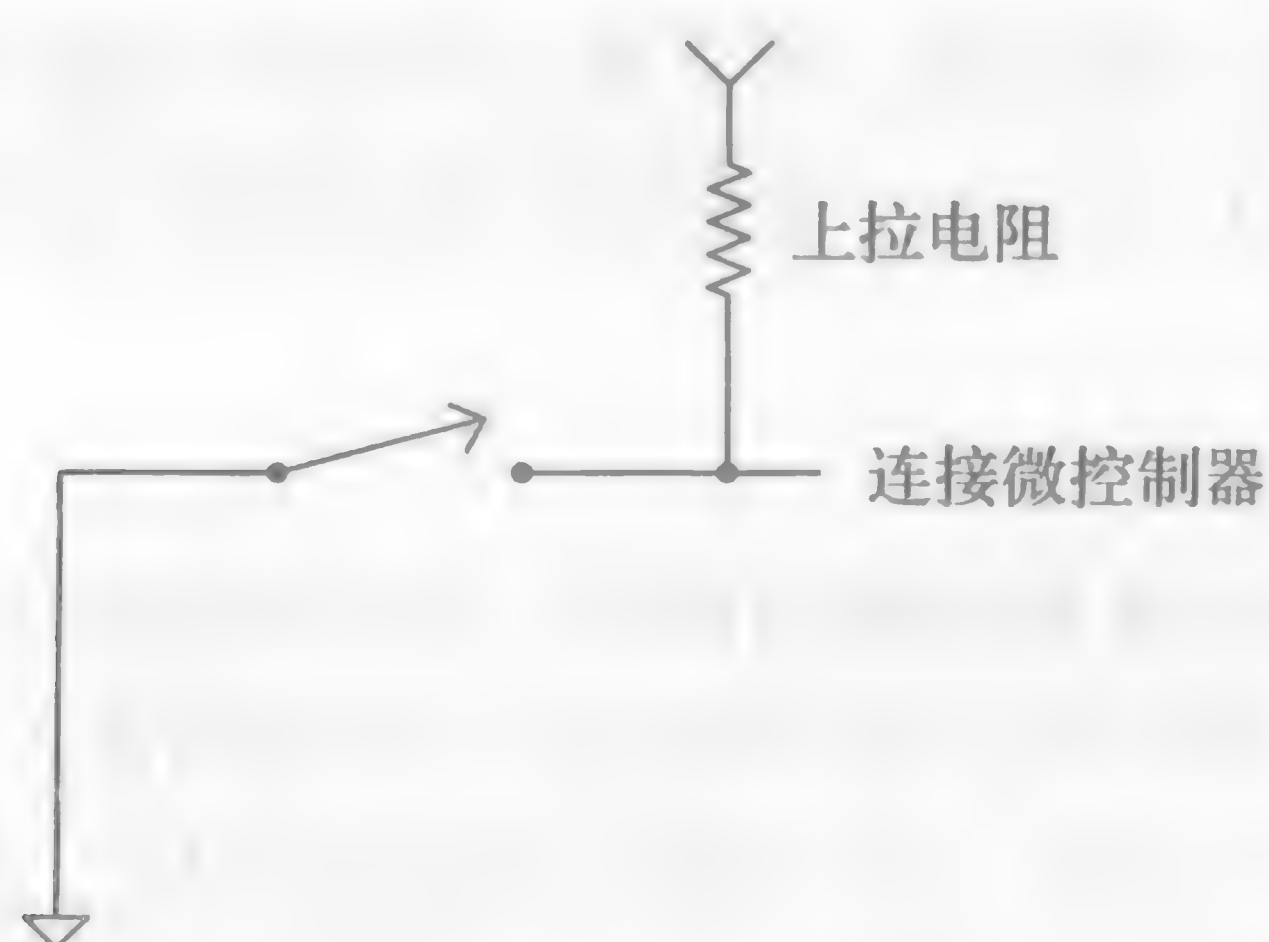
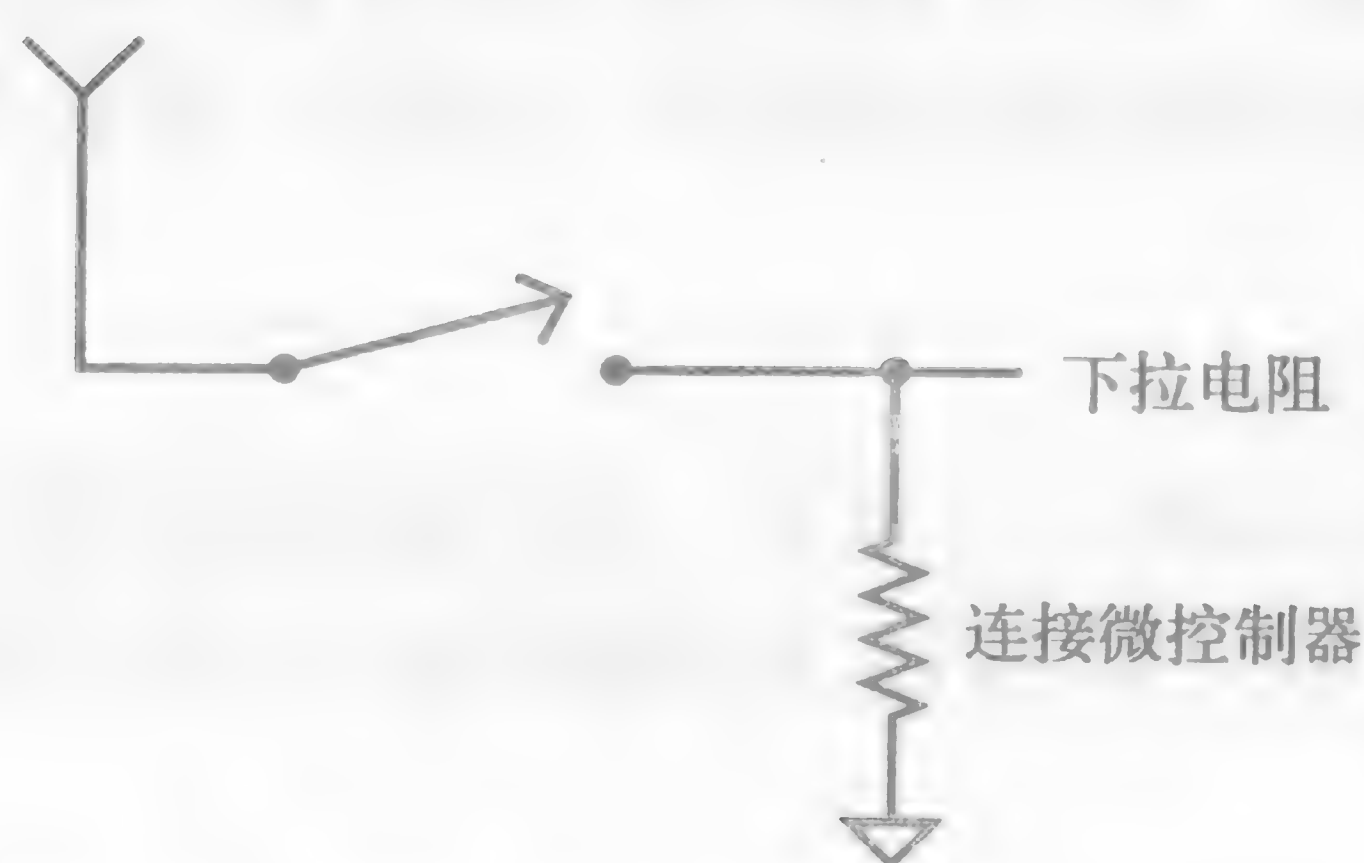

图3-31 拥有上拉电阻的开关
图3-32 拥有下拉电阻的开关
开关可能要算我们遇到的最基本的输入设备了。开关在闭合时具有低阻抗,而在断开时则不与任何东西相连,是一种理想的高阻抗连接。了解这一点十分重要,因为当你把开关连接到一个高阻抗端口时,若开关断开了,则是一个高阻抗^②连到另一个高阻抗。这个方法肯定可以得到超凡的结果。因为阻抗越高,断开一个信号就越容易。要想同这个方法一较高下,就得使用上拉电阻或下拉电阻(如图3-31、图3-32所示)。